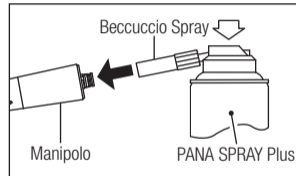
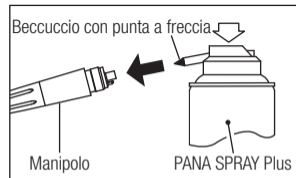

Fig. 10
Fig. 11
- 3) Inserire il beccuccio spray nella parte posteriore del manipolo. Mantenere il manipolo e il beccuccio in tale posizione per circa 2-3 secondi. Erogare il lubrificante fino a quando non fuoriesce dalla testina del manipolo (per almeno 2 secondi) (Fig. 10).
- 2) Inserire la punta a freccia del beccuccio spray nel condotto della bomboletta spray. (Fig. 11)
- 3) Lubrificare il manipolo usando NSK PANA SPRAY Plus (Fig. 10, Fig. 11) o sistema automatico di pulizia e lubrificazione dei manipoli NSK.